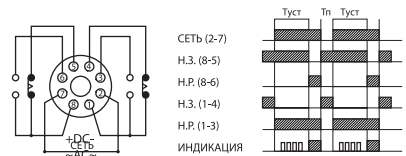

Рисунок 13. Схема работы РВ1 (в режиме работы В)
- Режим В: работа с задержкой включения с 1-м переключающим контактом 8-6, имеется возможность подключения контактов 1-3 для индикации наличия питающего напряжения сети (происходит мгновенное переключение контакта «1» с контакта «4» на контакт «3» при подаче напряжения на входы реле и обратное переключение при отключении напряжения сети — см. рисунок 13)